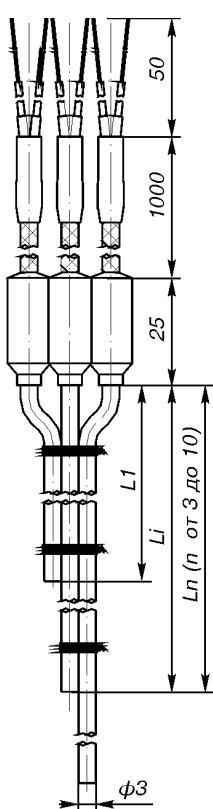
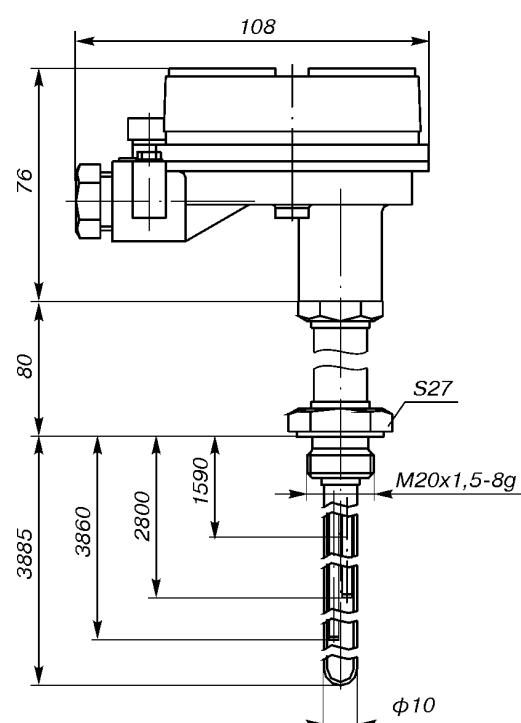

Рис.1.
Рис.3.
**Рабочий спай:** изолированный (рис.1, 2, 3), неизолированный (рис.1, 2).
**Материал головки:** сплав АК12 (рис.3).
**Материал защитной оболочки кабеля (рис. 1, 2) и защитной арматуры (рис.3)**